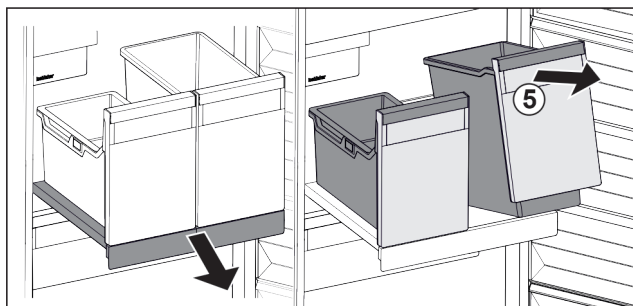

Fig. 123
- Nádoby Fig. 123 (5) vpředu nadzvedněte.